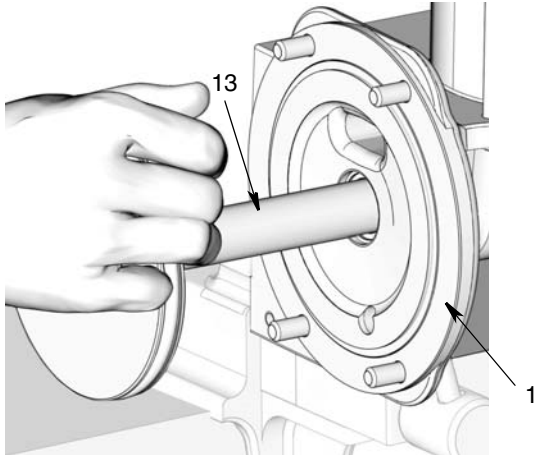

图 51
- f. 在活塞杆 (13) 的周围和沿着整个长度涂抹薄薄一层滑脂。使用推的动作将活塞杆轻轻推入泵底座 (1)，转动使杆穿过先前安装的密封和垫片 (图 51)。